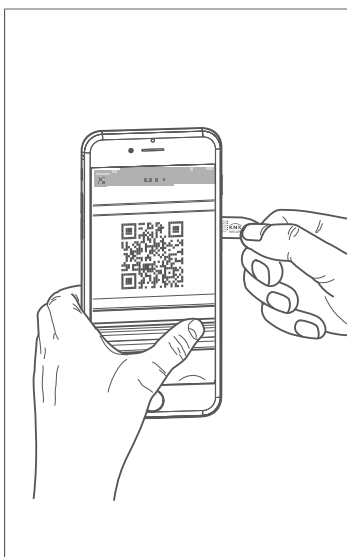
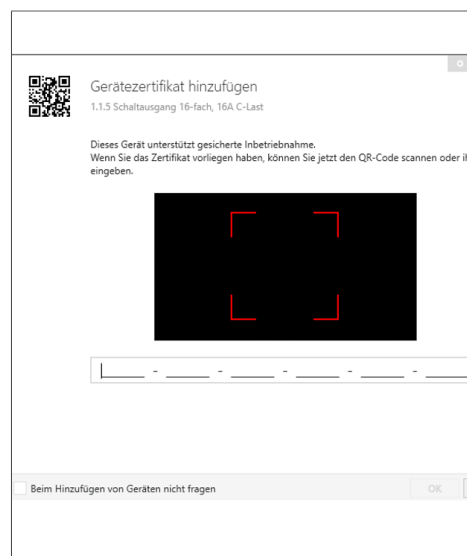

Abbildung 6: QR-Code scannen
Abbildung 7: QR-Code manuell eingeben
- 2 Das Gerätezertifikat (QR-Code) eingeben (Abb. 7) oder scannen (Abb. 6) bzw. dem Projekt in der ETS hinzufügen.